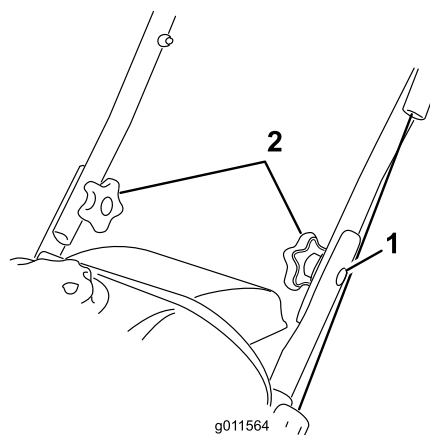

Figure 4
2. Insérez les boulons à tête ovale dans les trous alignés, les têtes des boulons se trouvant à l'extérieur du guidon (Figure 4).
1. Boulon à tête ovale (2)
3. Placez les rondelles bombées et les boutons sur les boulons à tête ovale à l'intérieur du guidon (Figure 4) puis **serrez solidement les boutons**.